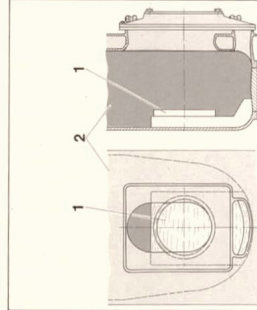

Abb. 18
- Flammenleitteil (1) gemäß Abb. 18 im Feuerraum (2) aufstellen. (Nur bei unit 19 und unit 23).
- Legende zu Abb. 18